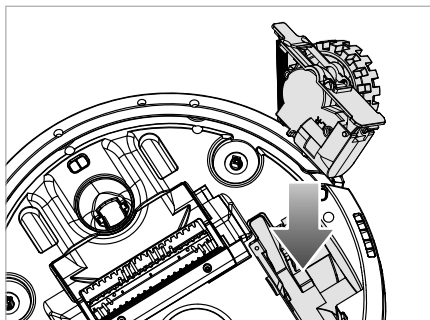

Fig. 23
- 4) Reinserire la ruota **20/34** nel suo vano (vedere fig. 23).